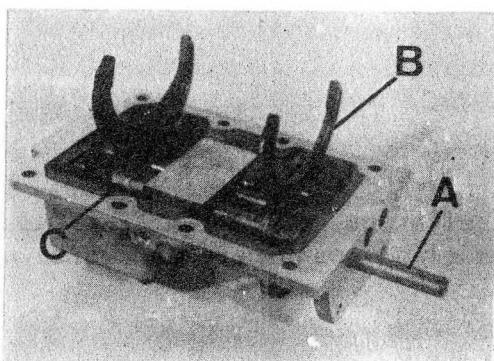

Fig. C1-70 Desmontaje ejes selectores
- 1 Desmontar el eje selector de 1a y 2a velocidad, A (Fig. C1-70), desplazándolo hacia la parte posterior y extraer la caja, C, y la horquilla, B, del mismo.